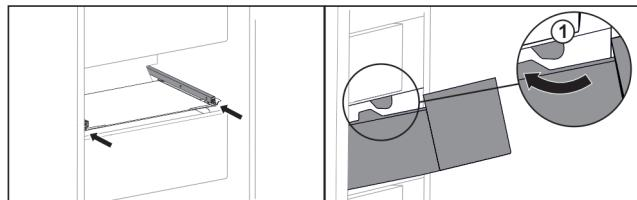

Fig. 136
- Predal speljite okrog zaustavljalnikov Fig. 136 (1).